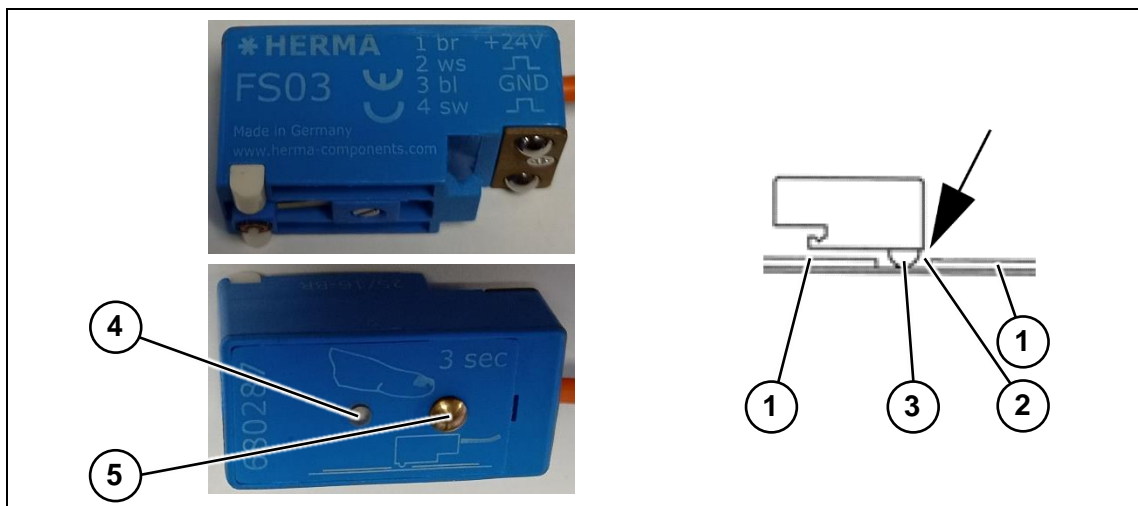

Abbildung 20 Sensor / Transferfoliende
- Drücken Sie die Einstelltaste (Abbildung 20, Pos.4) am Sensor für eine Dauer zwischen 10 und 15 Sekunden, bis die LED (Abbildung 20, Pos.5) blinkt.
- Durch erneutes Drücken der Einstelltaste (Abbildung 20, Pos.4) ändern Sie das Etikettenmaterial. Dies wird durch den Wechsel der Farbe der blinkenden LED (Abbildung 20, Pos.5) angezeigt, siehe folgende Tabelle:
- Ist das gewünschte Material ausgewählt, warten Sie, bis die LED (Abbildung 20, Pos.5) konstant leuchtet (< 10 Sekunden).
- Drücken Sie die Einstelltaste (Abbildung 20, Pos.4) am Sensor für eine Dauer von 2 bis 10 Sekunden, bis die LED (Abbildung 20, Pos.5) leuchtet.
- Lassen Sie dann die Einstelltaste (Abbildung 20, Pos.4) los. Funktionsende ist ein Blinkcode: